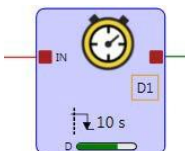

Abbildung 96: Verzögerungsblock
**Abbildung 96** auf Seite 114 zeigt, wie ein Sicherheitsausgang einen anderen Sicherheitsausgang steuern kann. Wenn manueller Reset **M0:MR1** gewählt wird, wird dadurch Sicherheitsausgang **M0:RO2** eingeschaltet. Dieser schaltet daraufhin Sicherheitsausgang **M0:RO1** ein.